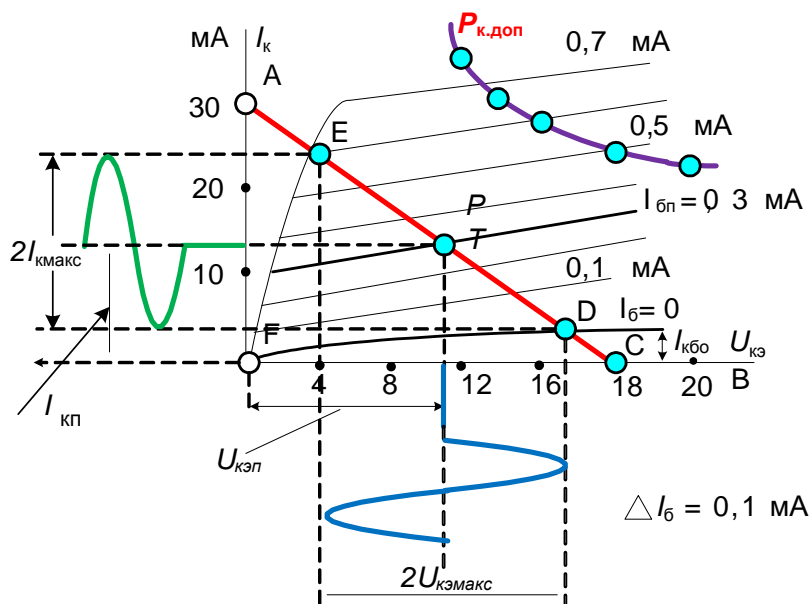

Рис.6.12.
Усилитель будем проектировать на транзисторе КТ312А. Предельные электрические параметры КТ312А и условие на задание приведены ниже на рис.6.12.
2. Построим на выходных ВАХ транзистора(рис.6.12) нагрузочную характеристику.
Нагрузочная характеристика строится и обрабатывается по тем же правилам, что и для схемы рис.6.12, поэтому для схемы на рис.6.14 строить её не будем: за счёт резистора термостабилизации $R_э$ нагрузочная будет иметь несколько другой наклон.